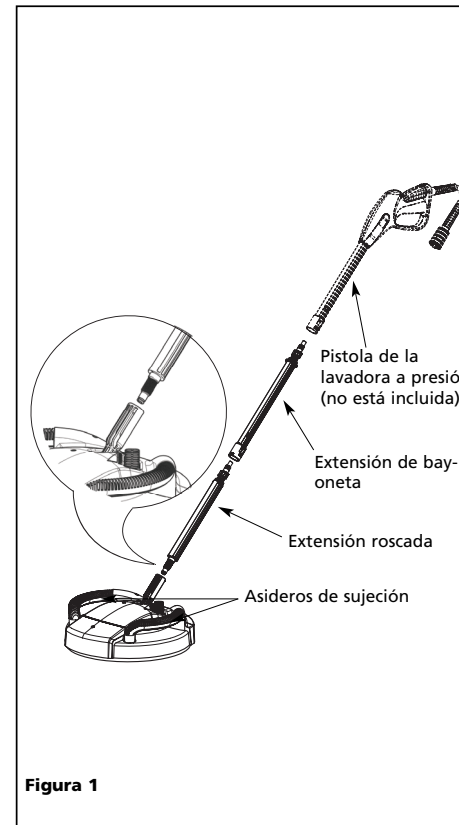

Figura 1
1. Conecte la extensión roscada a la base del limpiador de superficies. **No apriete en exceso.** La base debe girar fácilmente alrededor de la extensión como se muestra en la Figura 1.
2. Conecte la extensión de bayoneta a la primera extensión y a la base. Deslice la conexión de la bayoneta en el receptáculo de extensión. Gire hacia la derecha, como se muestra en la Figura 1.
3. Conecte a la pistola de su lavadora a presión como se muestra en la Figura 1.